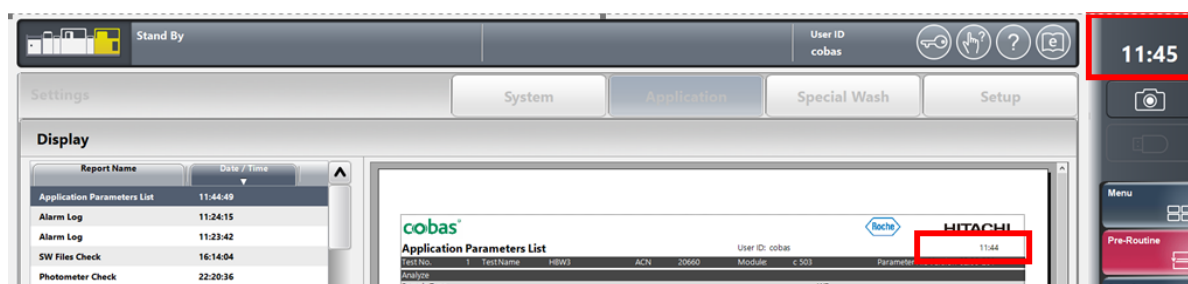

Figure 3 : La date n'apparaît pas dans les rectangles rouges
3. La date n'apparaît pas dans les rectangles rouges de la figure 3.
Vérifiez si la date apparaît dans les rectangles rouges de la figure 3 avant de cliquer sur le bouton Démarrer ou au moins une fois par jour. Lorsque la date n'apparaît pas, cela signifie que la limitation logicielle peut avoir eu lieu sur l'instrument.